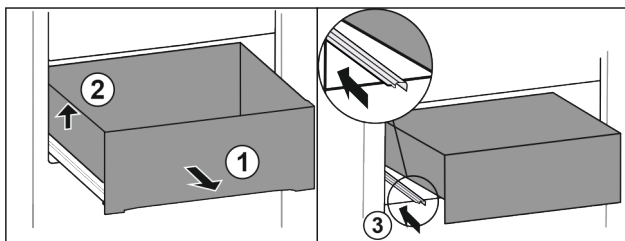

Fig. 127
- Vytáhněte zásuvku až na doraz. Fig. 127 (1)
- Nadzvedněte zásuvku vlevo. Fig. 127 (2)
- Zasuňte levou kolejničku. Fig. 127 (3)